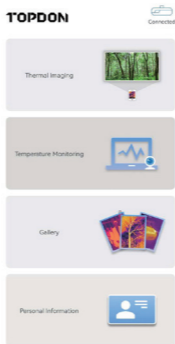

図 3.1.3
3. TC002 アプリケーションを実行します。メイン画面の右上隅のアイコンが「接続済み」として表示されます（図 3.1.3 参照）